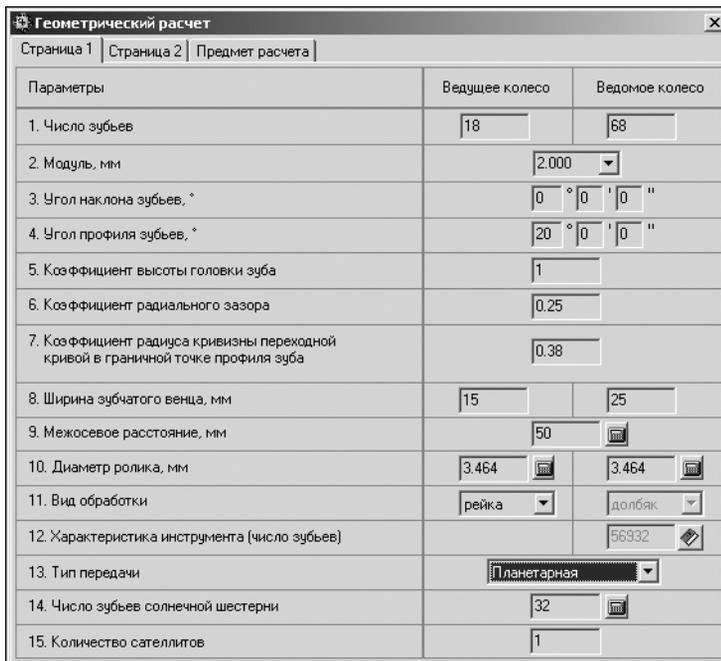

Рис. 9.3.
1. Введите данные на вкладке **Страница 1** (рис. 9.3).
Параметры 4–7 (см. рис. 9.3 на с. 130) вводятся автоматически в соответствии с ГОСТ 13755–68 и составляют: